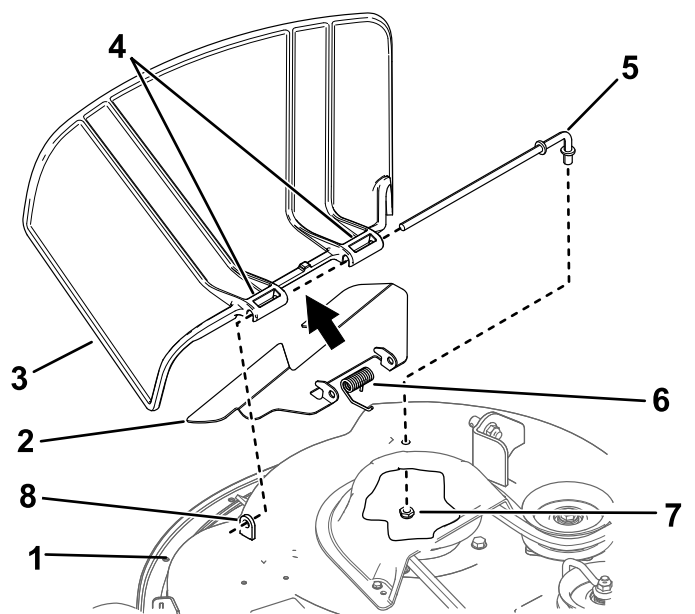

図 71
- デッキの下側にあるロッド固定ナット $\frac{3}{8}$ "を取り外す **図 71**。
- バッフルと2つ目のブラケットに、ロッドを通す **図 71**。
- ロッド後部をデッキに差し込み、ナット $\frac{3}{8}$ "で **図 71**のように固定する。
- ロッドを、短い取り付け部、スプリング、バッフル、デフレクタから取り外す **図 71**。
- 新しいデフレクタやバッフルを取り付ける **図 71**。